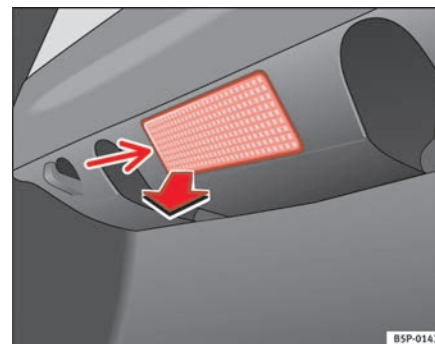

Fig. 198 Luz maletero
- Extraiga la tulipa haciendo presión sobre el borde de la parte interior de la misma -flecha- con ayuda de un destornillador por su parte plana. ⇒ fig. 198 ▶